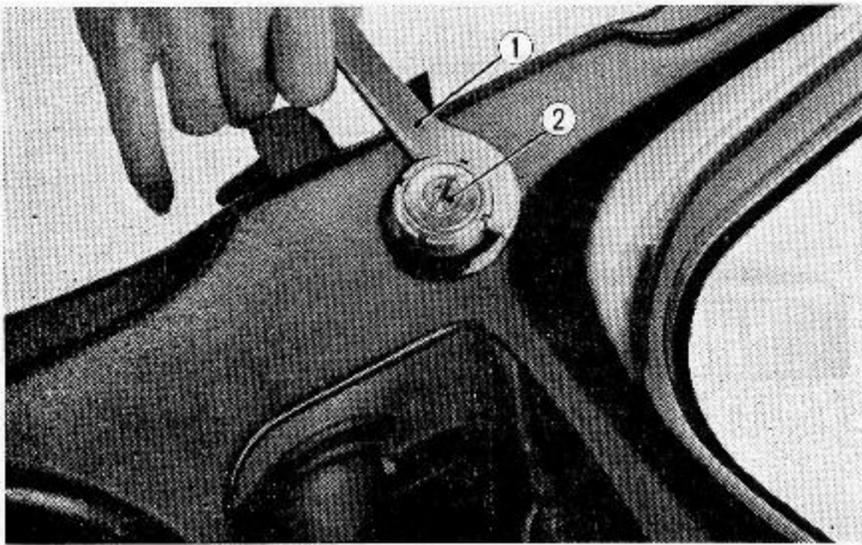

Abb. 4.34 Hauptschalter ausbauen
- (1) Motor nach Angaben in Abschnitt 3. A ausbauen.
- (2) Lenker nach Angaben in Abschnitt 4.1. A ausbauen.
- (3) Vorderradstoßdämpfer nach Angaben in Abschnitt 4.2. A ausbauen.
- (4) Vorderrad nach Angaben in Abschnitt 4.11. A ausbauen.
- (5) Brennstofftank nach Angaben in Abschnitt 4.5. A ausbauen.
- (6) Hinterrad nach Angaben in Abschnitt 4.12. A ausbauen.
- (7) Hinterradstoßdämpfer nach Angaben in Abschnitt 4.3. A ausbauen.
- (8) Hinterradgabel und Schutzblech nach Angaben in Abschnitt 4.10. A ausbauen.
- (9) Luftfilter nach Angaben in Abschnitt 4.7. A ausbauen.
- (10) Kippständer nach Angaben in Abschnitt 4.8. A ausbauen.
- (11) Hauptschalter von der linken Rahmenseite mit dem Hauptschalter-Hakenschlüssel ausbauen. (Abb. 4.34)